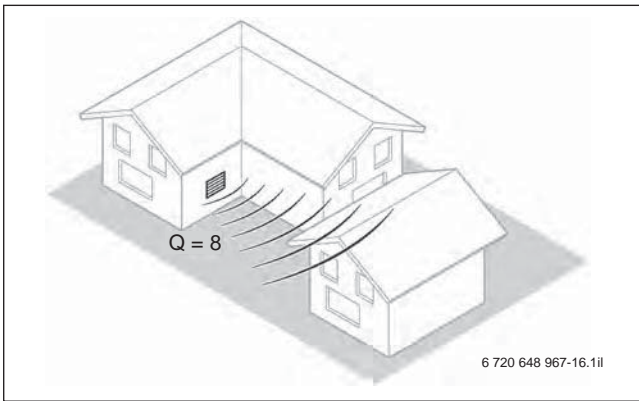

Bild 39 Wärmepumpe oder Lufteinlass/Luftauslass (bei Innenaufstellung) an einer Hauswand bei einpringender Fasadenecke, Abstrahlung in den Achtelraum (Q = 8);
Folgende Tabelle erleichtert die überschlägige Berechnung. Das Beispiel aus Bild 39 ist in der Tabelle 54 markiert. Um den Schalldruckpegel beim Empfänger (Nachbar) in 10 m Abstand von der Wärmepumpe zu berechnen, gilt hier: 61 dB(A) Schallleistung - 22 dB(A) Reduzierung des Schalldruckpegels = 39 dB(A)